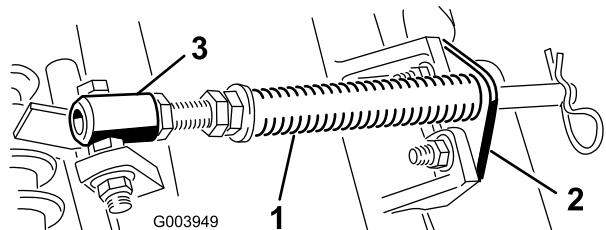

Рисунок 5
- Отверните два каретных болта и гайки крепления кронштейна штока к выступам режущего блока (Рисунок 5).
- Отверните фланцевую гайку крепления болта трубки пружины к выступу несущей рамы (Рисунок 5). Снимите этот узел.